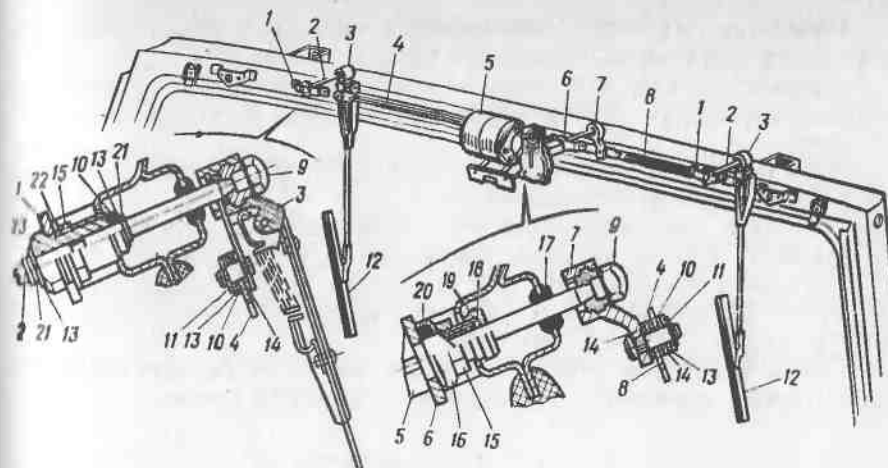

Рис. 208. Стеклоочиститель:
Для очистки стекла ветрового от атмосферных осадков на автомобиле установлен стеклоочиститель СЛ201Л (рис. 208) двухщеточный с электрическим приводом. Через карданный валик прашательное движение электродвигателя передается червяку редуктора. В зацеплении с червяком находится червячная шестерня, с осью которой связана рычажная система, обеспечивающая возвратно-поступательное движение щеток. Ниже приводится техническая характеристика стеклоочистителя:
- отвернуть три гайки 9 (см. рис. 208) крепления поводка 7 и рычагов 3 и снять рычаги с тягами в сборе;